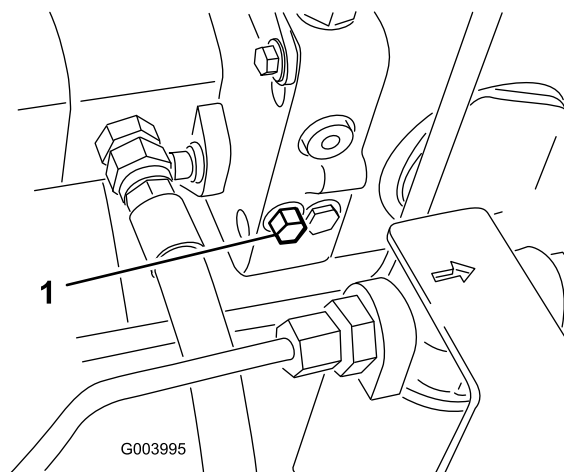

Figura 95
3. En la bomba de desplazamiento variable, gire el perno de la válvula de desvío una vuelta y media para abrirla y dejar pasar el aceite internamente (Figura 95).